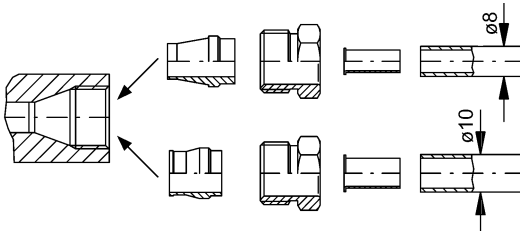

Bild 2: AFRISO Universal-Rohrverschraubung
4. Montage der Rohrverschraubung entsprechend Bild 2 vornehmen. Mit einem maximalen Anzugsmoment von 25 Nm an den Verschraubungen anziehen.